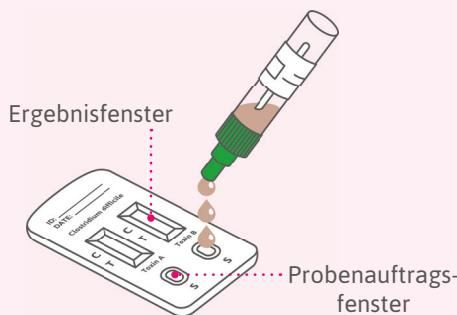

Abb. 1: Probenauftrag
2. Das Probensammelrörchen senkrecht halten und dessen Spitze abschrauben. Nun das Probensammelrörchen umdrehen und 3 ganze Tropfen der extrahierten Probe (ca. 120 µl) in das Probenauftragsfenster (S) der Testkassette geben (Abb. 1). Dabei Luftblasenbildung im Probenfenster vermeiden. Unmittelbar nach Auftragen der Probe den Timer starten.
3. Das Testergebnis **10 Minuten** nach Auftragen der Probe ablesen. Den Test nicht später als nach 20 Minuten auswerten. **Achtung:** Sollte die Probe die Testkassette nicht durchlaufen (Anwesenheit von Partikeln), dann die im Probensammelrörchen vorhandene verdünnte Probe zentrifugieren. 120 µl des Überstands in das Probenauftragsfenster (S) einer neuen Testkassette geben. Den Timer starten und ab Schritt 3 der Testdurchführung fortfahren.